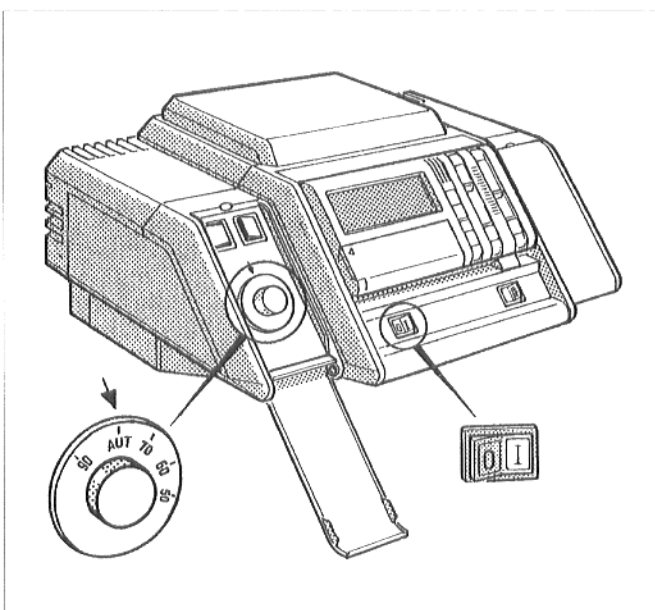

Abb. 5: Regelsystem 4000
- Bei Regelsystem 4000: Linke Abdeckklappe des Regelgeräts öffnen (Abb. 5).